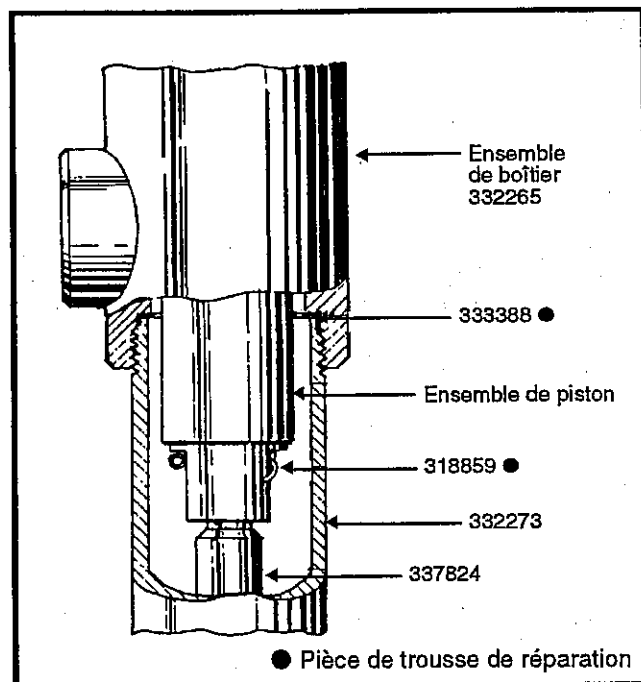

Figure 2 : Séparation de la tête de pompe de l'ensemble de tube de pompe
B. Séparez la tête de pompe 332259 de l'ensemble de tube de pompe de la façon suivante : (Consultez la Figure 2 à moins d'indication contraire).